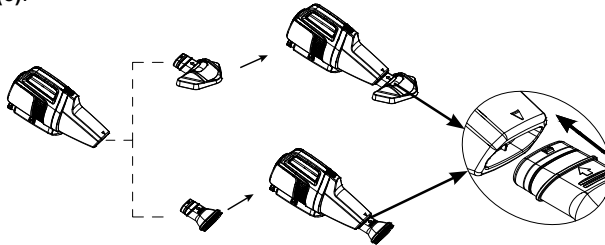

Figura 4
3. Conecte el accesorio de limpieza que desee a la tapa del cuerpo de aspiradora. Véase Figura 4. **Nota:** Asegúrese de que la flecha de la tapa de la carcasa de la aspiradora (3) coincida con la flecha del el cabezal del cepillo de aspiración (4) o la boquilla de aspiración (5).